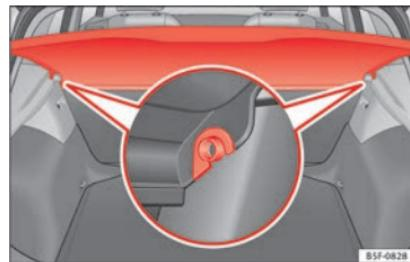

Fig. 164 Dans le coffre à bagages : dépose et repose de la plage arrière.
- Dégarez la plage arrière des supports latéraux »» fig. 164 en la tirant vers le haut puis en la détachant.
- Introduisez la plage arrière horizontalement en faisant coïncider la « forme en U » sur l'axe des supports »» fig. 164, et appuyez vers le bas jusqu'à ce qu'elle s'encastre.